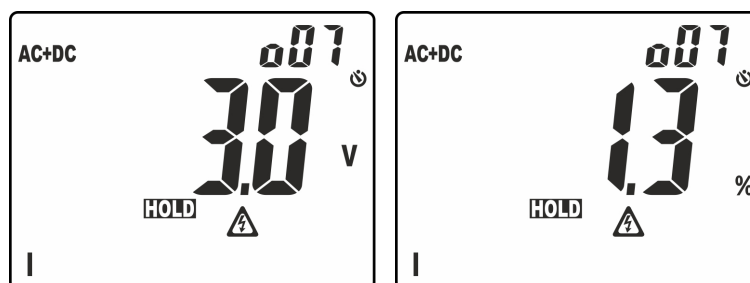

Fig. 4: Affichage du séquençement des amplitudes d'analyse harmonique
- Cliquer sur la touche de manière prolongée (au moins 2s) pour activer la fonction **H₂O** (**H**igher **H**armonic **O**rding) de séquençement de l'amplitude des harmoniques. Dans ces conditions, la fonction « HOLD » est activée automatiquement ; le symbole « o » est présent devant l'ordre de l'harmonique affichée pour indiquer l'habilitation de la fonction de Séquençement. La barre graphique est désactivée et l'outil montre la valeur des amplitudes de toutes les harmoniques entre la valeur DC et la 25^{ème} à l'exception de la fondamentale, en **ordre décroissant** à partir de l'harmonique ayant l'amplitude la plus importante comme montré dans la Fig. 4
Dans l'exemple de Fig. 4 l'harmonique d'une amplitude majeure correspond à l'ordre 7. Cliquer sur la touche \blacktriangle pour observer les amplitudes des harmoniques restantes et cliquer de nouveau sur la touche **H/H%/H▬** pour passer de l'affichage en valeurs absolues à l'affichage en pourcentages. Tourner le sélecteur pour quitter cette fonction.